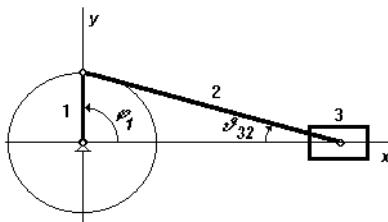

Рис. 1
1.1.1. Исходя из угла давления $\vartheta_{32} = \vartheta_{don}$ и заданного хода ползуна, графически в принятом масштабе определить длину шатуна l_2 для соосного кривошипно-ползунного Рис. 1 механизма с $e=0$ и $l_1 = h/2$ (рис. 1). Рассчитать отношение $\lambda_2=l_2/l_1$.